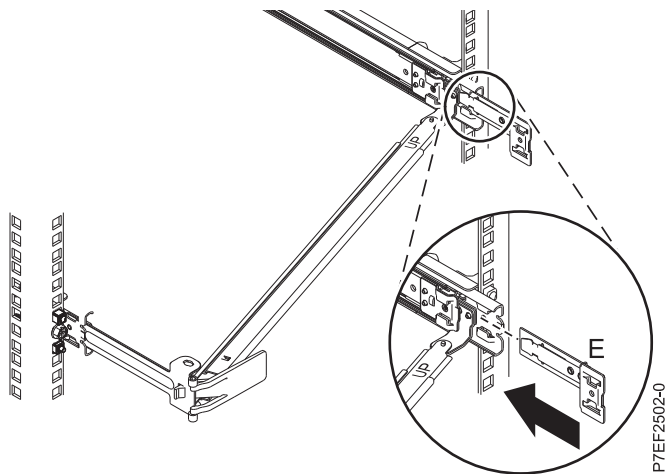

Figure 13. Installation du support d'extension dans la glissière
5. Poussez le support d'extension (E) dans la glissière de droite jusqu'à ce que le loquet à ressort se mette en place. Pour plus de détails, voir figure 13.